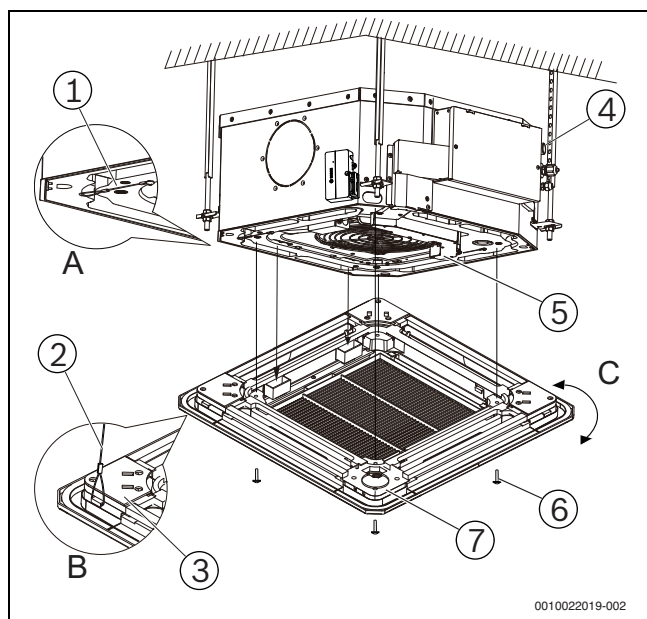

Рис. 18
Производите операции в соответствии с направлением стрелок, показанных на рис. 18, иначе панель нельзя будет демонтировать при необходимости.
2. При монтаже закрепите два стальных троса на зацепках, расположенных на панели (→ рис. 18, «А» и «В»).
4. Установите и закрепите панель на корпусе блока с помощью болтов (M5×20) и шайб (→ рис. 18). Обратите внимание на то, что монтажная крышка двигателя поворота должна опускаться в соответствующий дренажный поддон.
6. Слегка отрегулируйте положение панели в направлении, указанном стрелкой (→ рис. 18, «С»), чтобы ее центр совпал с центром отверстия в потолке. Убедитесь, что все четыре защепки зафиксированы надежно.